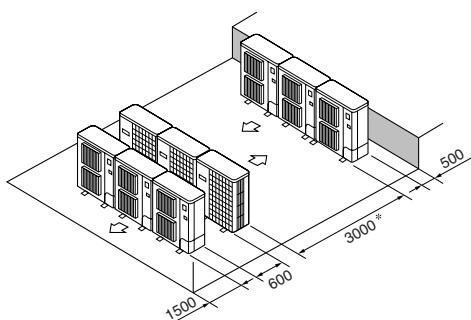

Fig. 2-13
⑥ Πολλαπλή παράλληλη διάταξη μονάδων (Fig. 2-13)